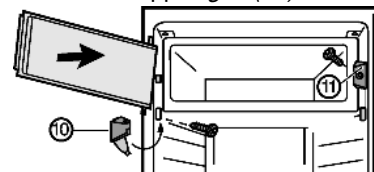

Fig. 7\*
- ▶ Montare l'elemento di chiusura Fig. 7 (11).\*
- ▶ Montare il blocco di supporto Fig. 7 (10) e chiudere il coperchio.\*